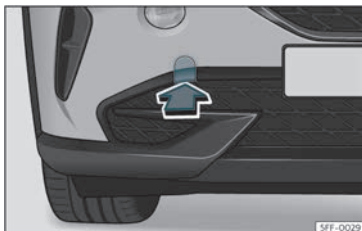

Fig. 43 A la part dreta del para-xocs davanter: retirar la tapa.
L'allotjament de l'argolla de remolc enroscable es troba al costat dret del para-xocs davanter darrere d'una tapa» **fig. 43**.
- Traieu la tapa fent-hi pressió a la zona inferior i deixeu-la penjant del vehicle» **fig. 43**.